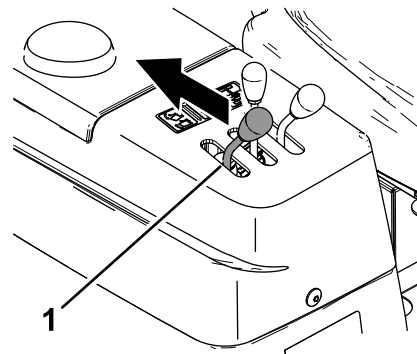

Bild 50
1. Eine andere Person sollte den Entleerungshebel für die Fangbox zurückgezogen halten (Bild 50).